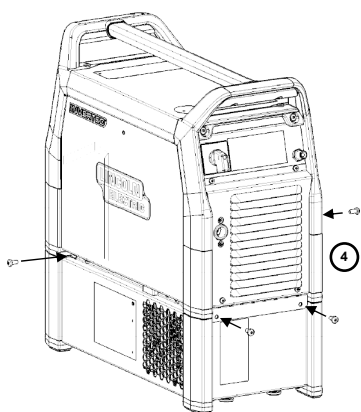

Figura 3
4. În cele din urmă, înșurubați plăcile de metal adaptoare pe răcitor (Figura 3).